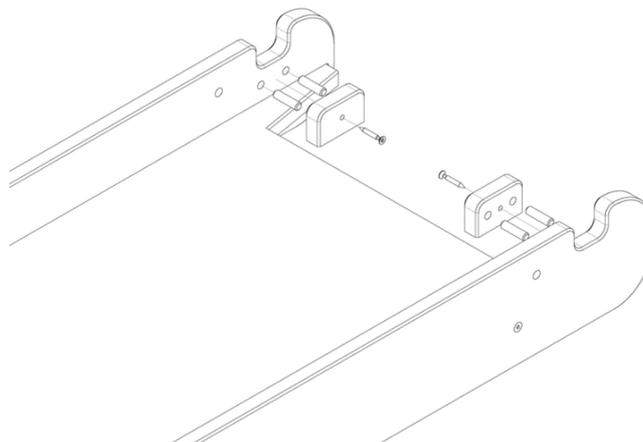

Abb. 4: Montageschritt 3 Stoppbretter an Seitenwand
- Stecken Sie die Holzdübel 8x30 mm (8) in die entsprechenden Bohrungen der Seitenwände gemäß Abb. 4
- Anschließend stecken Sie die Stoppbretter (7) auf die Holzdübel
- Verschrauben Sie nun die Stoppbretter mit den Seitenwänden mittels Schraube Nr. (12)